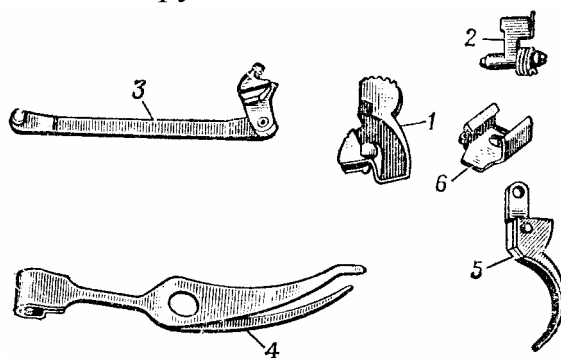

Рис.45. Детали ударно-спускового механизма:
7. Ударно-спусковой механизм (рис. 45) состоит из курка, шептала с пружиной, спусковой тяги с рычагом взвода, спускового крючка, боевой пружины и задвижки боевой пружины.